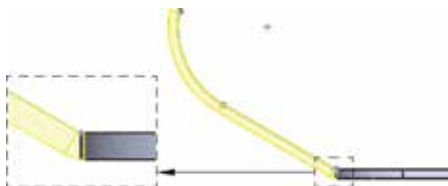

图 5.35 材料在外
-  (材料在外) 单选项：用于表示钣金的内侧面与附着边重合，如图 5.35 所示。